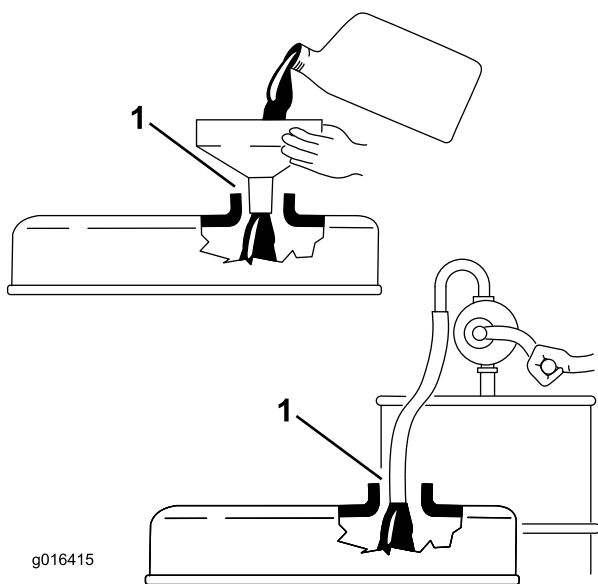

Figura 21
**Importante:** Certifique-se de que a vareta é removida quando atesta o motor com óleo. Quando adicionar óleo do motor ou óleo de enchimento, *tem de haver uma folga entre o dispositivo de enchimento do óleo e o orifício de enchimento do óleo na cobertura da válvula, conforme indicado na Figura 21. Esta folga é necessária para permitir a ventilação durante o enchimento, o que evita o derrame para o interior do respirador.*